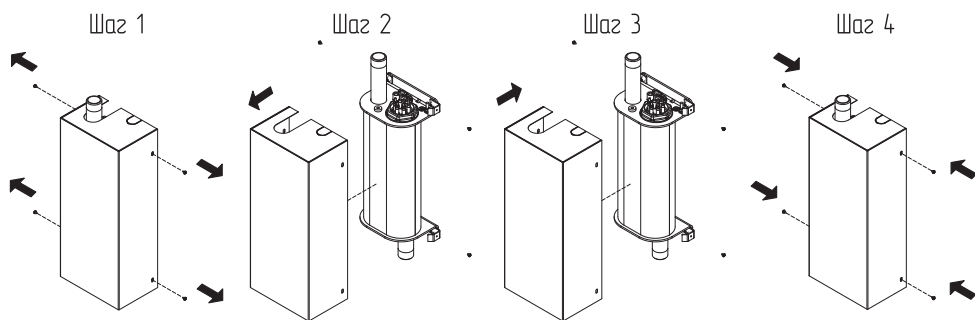

Рис.11 Демонтаж кожуха
- Откройте кожух, как показано на **Рис.11;**
Снятие кожуха котла производится в следующей последовательности (Рис.11):
- 1 Шаг Выкрутить четыре винта крепления кожуха в боковой части котла как показано на **Рис.11**;
- 2 Шаг Снять кожух с основание котла как показано на **Рис.11**.
Установка кожуха производится в следующей последовательности (Рис.11):
- 3 Шаг Установить кожух на основание котла как показано на **Рис.11**;
- 4 Шаг Закрутить четыре винта в боковой части котла зафиксировав кожух как показано на **Рис.11**.